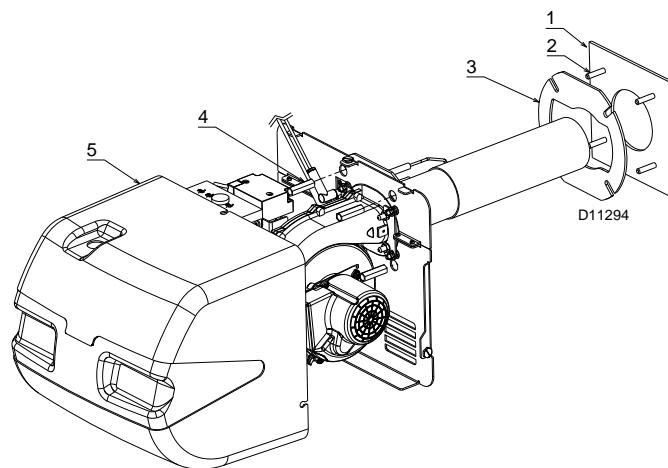

Fig. 7
- avvitare i prigionieri (2)(Fig. 7) alla piastra della caldaia (1);
- posizionare il bruciatore interponendo lo schermo refrattario (3);
- fissare con i dadi speciali (4) forniti a corredo;
- fissare il cofano (5).